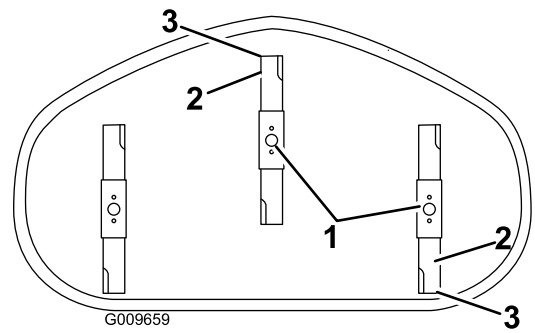

Figura 56
4. Gire cuidadosamente las cuchillas colocándolas en el sentido de avance de la máquina (Figura 56).
5. Mida entre la punta de la cuchilla delantera y la superficie plana y entre la punta de la cuchilla trasera y la superficie plana (Figura 56). Si la punta de la cuchilla delantera no está entre 1.6-7.9 mm (1/16-5/16 pulgada) más baja que la punta de la cuchilla trasera, ajuste la contratuerca delantera.
hasta que la punta de la cuchilla más avanzada esté entre 1,6–7,9 mm (1/16"-5/16") más baja que la punta de la cuchilla más atrasada (Figura 56).